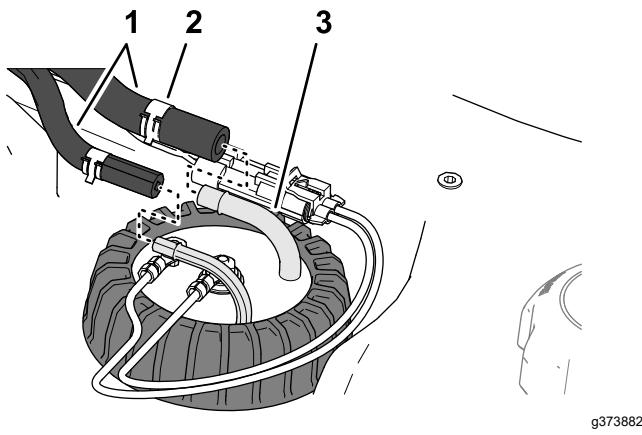

Bild 124
5. Montieren Sie die Schläuche auf die Anschlussstücke des Kraftstoff-Füllstandensors und befestigen Sie die Schläuche mit den Schellen an den Anschlussstücken (Bild 124).